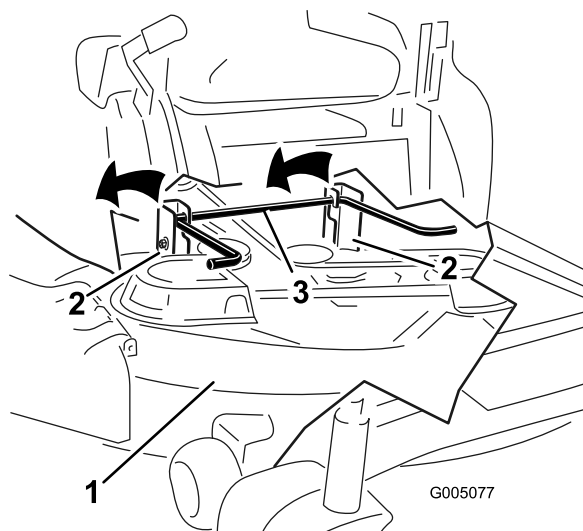

Bild 67
7. Heben Sie das Mähwerk und die Hängeprofile über die hintere Hubstange und senken Sie das Mähwerk vorsichtig auf den Boden ab (Bild 67).
5. Heben Sie das Heck des Mähwerks an und führen Sie die Hängeprofile über die hintere Hubstange (Bild 67).